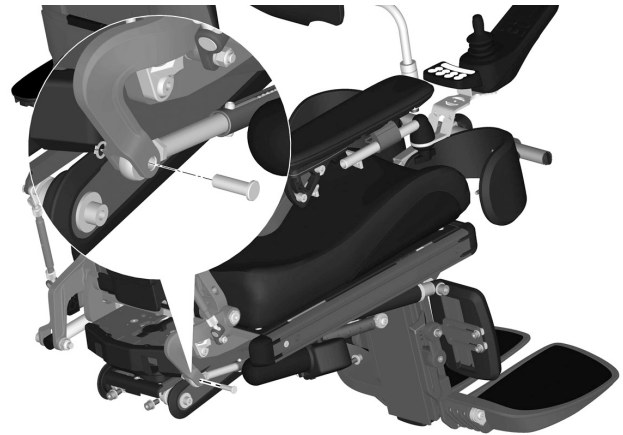

Abbildung 86. Die Stange der AP Sitzhöhenverstellung ist mit einem Stift und Sicherungsring befestigt.
6. Stange der AP Sitzhöhenverstellung an das Rückenlehngelenk montieren. Sie ist mit einer Schraube und Unterlegscheibe befestigt. Siehe Abbildung. 86.